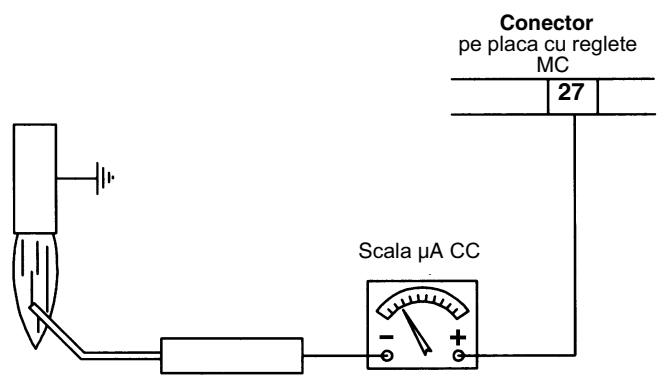
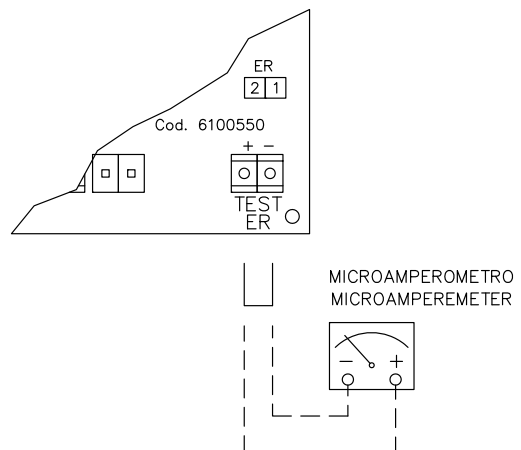

Fig. 44
Fig. 45
- Verificați electrodul de detecție, curățați-l, reglați-l și, dacă este necesar, înlocuiți-l; în caz de dubiu, verificați și circuitul de detecție conform schemei din Fig. 44 și Fig. 45, după repunerea în funcționare a arzatorului.
Pentru a masura semnalele de detectie (flacara) priviti la schema din Fig.44 si Fig.45. Daca semnalul este mai mic decat valoarea data, verificati pozitia electrodului de detectie, contactele electrice si, daca este nevoie, inlocuiti electrodul de detectie .
Pentru a verifica curentul de detectie , indepartati puntea dintre borne si conctati microampermetrul (vezi Fig. 45) .